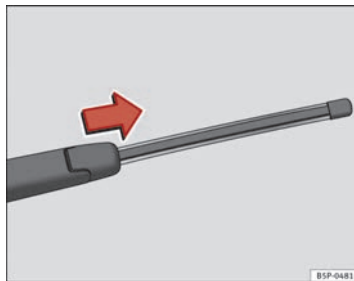

Fig. 142 Retrait du balai d'essuie-glace arrière
⇒ fig. 142.
- Faites glisser l'adaptateur du balai dans le sens de la flèche et retirez le balai ⇒ fig. 142.